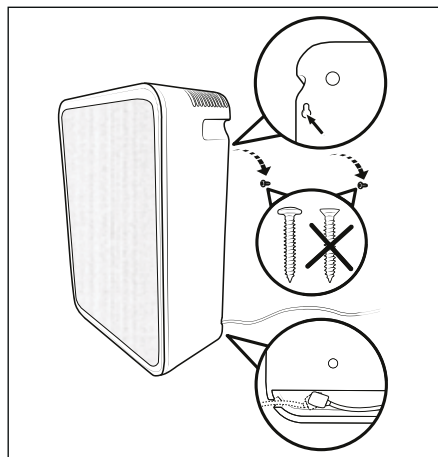

Fig. 4
- ◆ Vidhosni nga një vidë me kokë të rrumbullakët në secilën prej dy kunjave. Lërini vidat me kokë të rrumbullakët të dalin afërsisht 5 mm nga kunjat për të lënë hapësirë të mjaftueshme për të varur pajisjen (shih Fig. 4).
- ◆ Vendosni prizën cilindrike të adaptorit të rrymës ⑩ në prizën ⑤ të pajisjes (shih Fig. 4).
- ◆ Varni pajisjen duke përdorur dy vrimat e varjes në dy vidat me kokë të rrumbullakët (shih Fig. 4).
- ◆ Ngrini pajisjen pak larg murit. Kaloni kabllon e adaptorit të rrymës ⑨ përmes kanalit të kabullit të pajisjes majtas ose djathtas nga jashtë (shih Fig. 4).